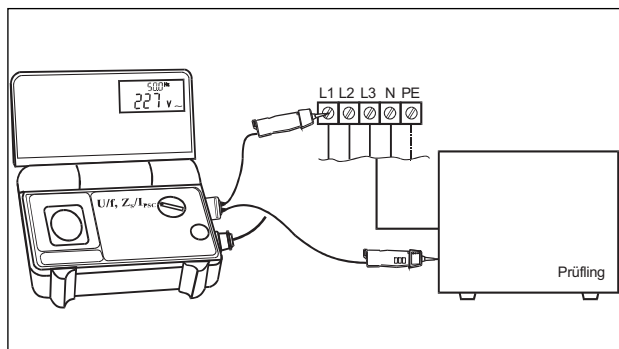

Abb. 6.10
- Die COMMANDER 2 Prüfspitzen mit dem Prüfling verbinden (ggf. Messzubehör verwenden) (siehe Abb. 6.10). Das Messergebnis für U/f wird angezeigt.